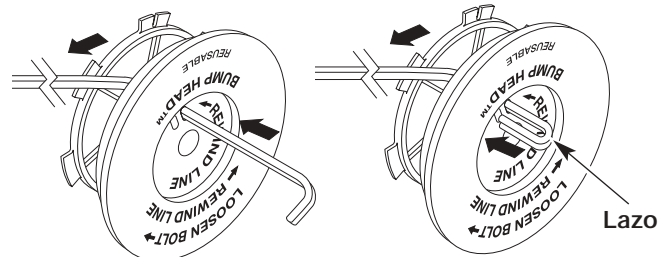

Fig. 30
8. Tome aproximadamente 20 pies (6.1 m) de nueva línea de corte. Inserte un extremo de la línea a través de uno de los orificios del carrete interior (Fig. 30). Pase la línea a través del carrete interior hasta que queden sólo 4 pulgadas fuera.
9. Inserte el extremo de la línea en el orificio abierto del carrete interior y tire de la línea en forma ajustada a fin de que el lazo sea lo más pequeño posible (Fig. 30).